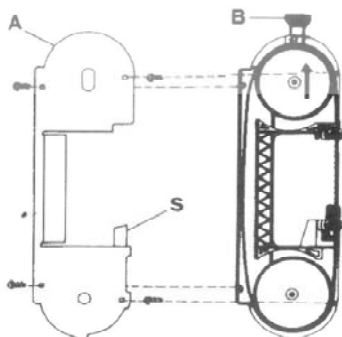

Fig. 1
1. Justering av bladspenning (fig. 1)
- Løsne på bladspenningen ved å vri på rattet C (fig. 1) medurs til det stopper og hånddratt B moturs.